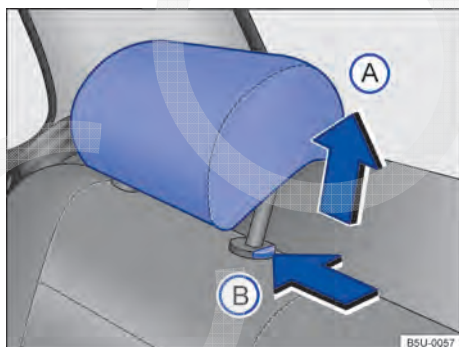

Fig. 66 Ajustar o apoio para cabeça traseiro.
- Empurrar o apoio para cabeça para cima na direção da seta → Fig. 66 (A) ou com a tecla → Fig. 66 (B) pressionada, empurrar para baixo → ⚠️ em *Introdução ao tema* na página 76.